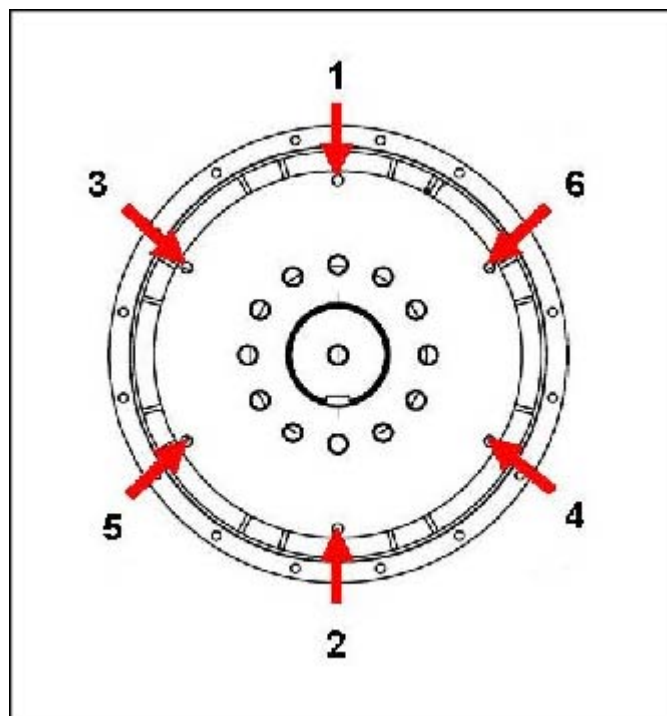

FIGURA 18. SEQUÊNCIA DE FIXAÇÃO NO VOLANTE DO MOTOR
10. Aperte os parafusos para fixar o disco de acoplamento no volante do motor, de acordo com a sequência ilustrada em Figura 18 na página 32